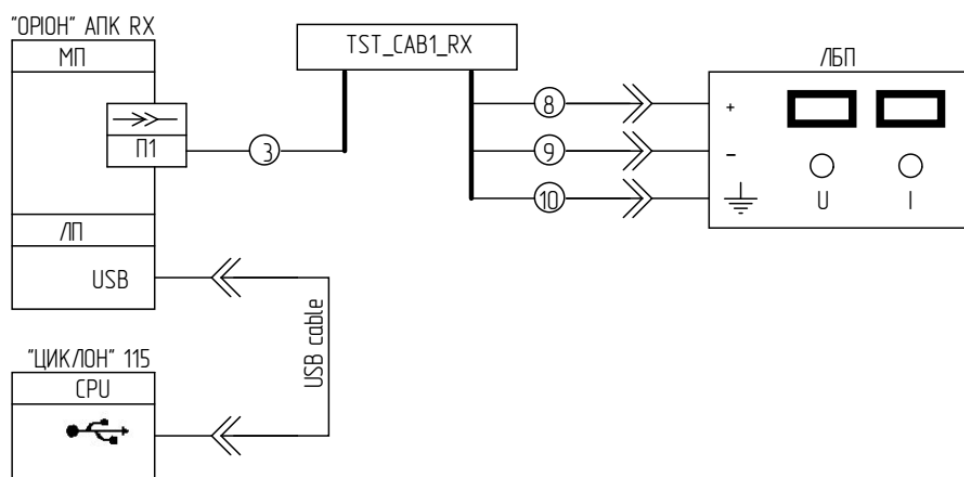

Рисунок 8.7.1 – Підключення «ОРИОН» АПК RX до ПК і «ЦИКЛОН» 115
- 1) Підключити «ОРИОН» АПК RX до «ЦИКЛОН» 115 і ЛБП з допомогою тестового кабелю «TST_CAB1_RX» і USB кабелю «USB cable» (див. рисунок 8.7.1);